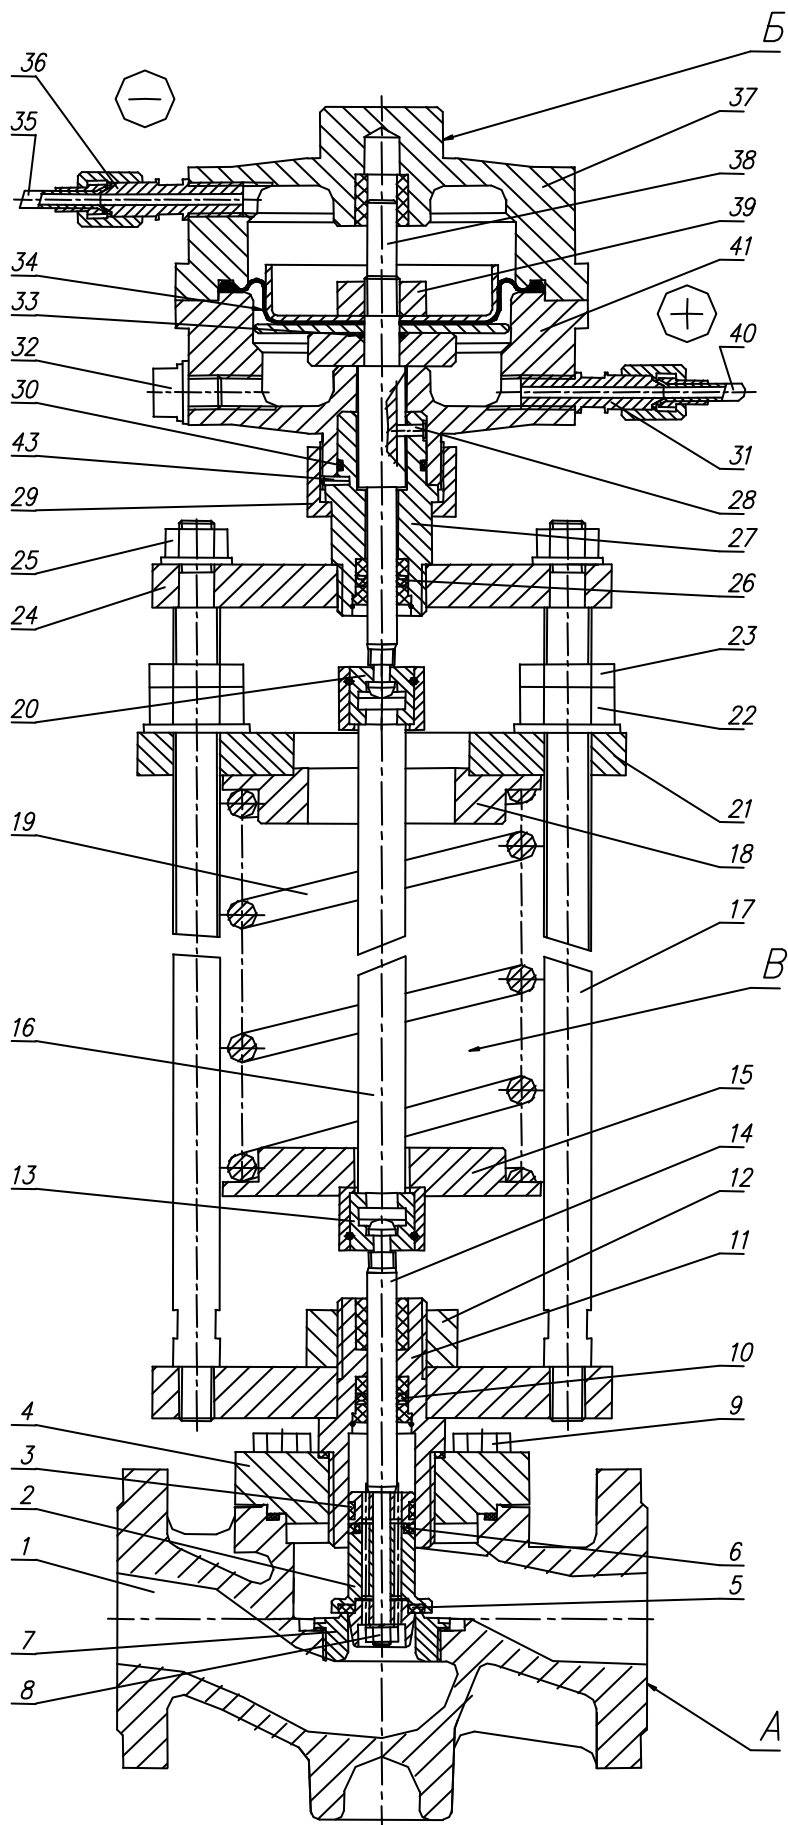

Рисунок 1. Общее устройство регулятора РД-В-50.
2.2.5. Регулятор устанавливать на горизонтальном участке трубопровода согласно схеме подключения (см. рис.1 приложения). Перед регулятором установить магнито-сетчатый фильтр.